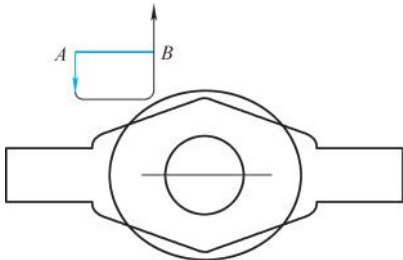

图 4-57 选择加工边界
1) 选择【刀路】/【外形】命令，系统弹出【串连线框】对话框，单击【部分选取】按钮，选中【俯视图】单选按钮，在绘图区选取零件左上角轮廓线中一直线作为部分串连的第一图素（注意箭头方向应与图 4-57 所示 A 点处一样，如果发现不对则可通过反向按钮进行调整），接着直接选择图 4-57 所示 B 点处的直线作为部分线的终止点，结果如图 4-57 所示。根据此时箭头方向可判断刀具补偿方式为左补偿，单击【确定】按钮。